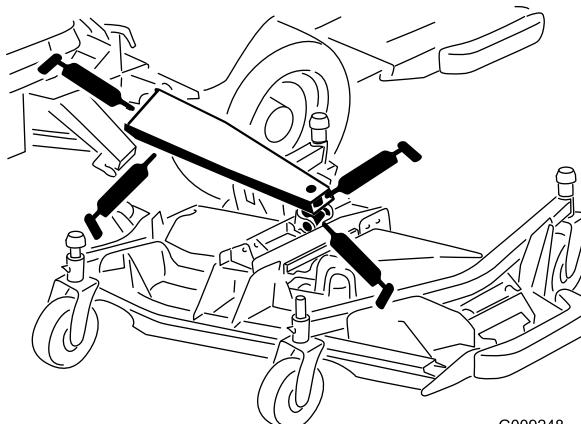

Bild 86
- 3 Haupt-Hubarmbüchsen (Bild 86)
- 1 Hubzylinder-Drehbüchse (Bild 86)